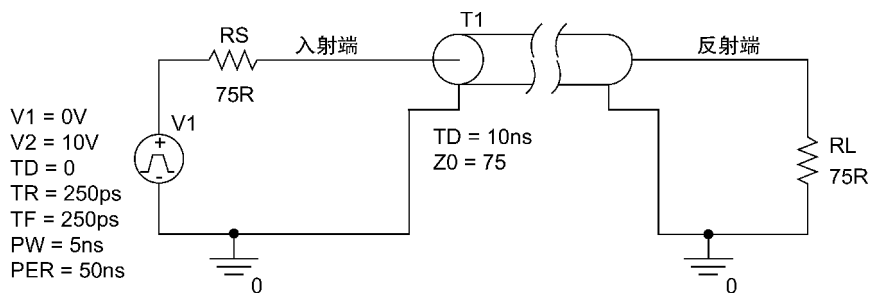

图 17.4 传输线的输入源和负载阻抗匹配
1. 绘制如图 17.4 所示的电路图。传输线 T 选自 analog 元件库，脉冲电压源选自 source 元件库。当在电路图中放置负载电阻 RL 时，电阻的引脚 1 在左侧。对电阻 RL 进行三次旋转，引脚 1 将位于电阻的顶端，然后与传输线 T1 进行连接。通常情况下，流进引脚 1 的电流为正，如果测得引脚 1 的电流为负，则表示有电流从引脚 1 流出。